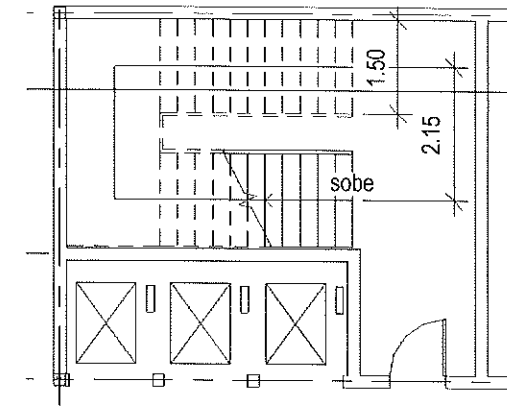

Figura A.78 – Inserção dos elevadores.
- Na aba **Arquitetura** selecione **Componente > Inserir um componente**. Em **Propriedades**, escolha o elevador **Ascensor elétrico - com base na parede 1300 x 950mm**. Insira-o três vezes, centralizando na parede abaixo da escada, como na Figura A.78.